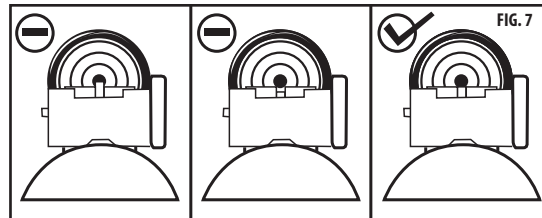

FIG. 7
- L'elevazione è impostata mediante la manopola di elevazione della mira posteriore che si trova sulla base della stessa. Ruotare la manopola in senso antiorario perché la pallottola colpisca più in alto sul bersaglio e ruotare la manopola in senso orario perché la pallottola colpisca più in basso sul bersaglio. (Fig. 7)
- Il vento è impostato ruotando la manopola apposta, che si trova sul lato destro della mira. Ruotare la manopola in senso antiorario perché la pallottola colpisca a sinistra del bersaglio e ruotare la manopola in senso orario perché la pallottola colpisca a destra bersaglio. (Fig. 7)